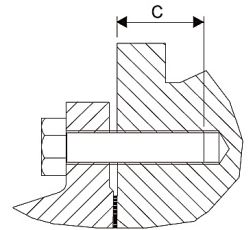

Abb. 7 | Einschraubblende
- Schrauben nach ISO 4014 (siehe Abb. 7 und Tabelle 3)